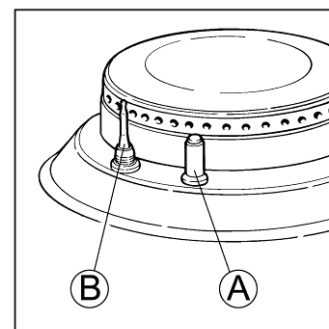

Fig. 4
- **Accensione elettrica dei bruciatori con dispositivo di sicurezza** - Il piano di cottura è dotato di accensione elettrica dei bruciatori tramite una candolina di accensione "A" (Fig. 4). La candolina di accensione entra in funzione quando si preme il pulsante presente sul pannello comandi e contraddistinto dal simbolo ✨ (scintilla). Per accendere il bruciatore è necessario premere il pulsante dell'accensione elettrica e contemporaneamente, premere e ruotare in senso antiorario la manopola relativa al bruciatore da accendere sul simbolo 🔥 ✨ (fiamma grande/scintilla accensione). Al comparire della fiamma rilasciare il pulsante dell'accensione elettrica, e mantenere premuta la manopola del rubinetto per circa 6 - 8 secondi, così da consentire il riscaldamento della termocoppia di sicurezza "B". Rilasciare poi la manopola e ruotarla nella posizione desiderata. Se la fiamma dovesse spegnersi, la termocoppia di sicurezza "B" interviene a chiudere automaticamente il rubinetto, bloccando di conseguenza l'erogazione del gas al relativo bruciatore. Per riaccendere il bruciatore, riportare la manopola in posizione • (spento) e ripetere le operazioni di accensione dopo aver atteso circa 1 minuto. Ciascun bruciatore può funzionare al massimo o al minimo, o con potenze intermedie, regolando la manopola tra la posizione di minimo e di massimo.